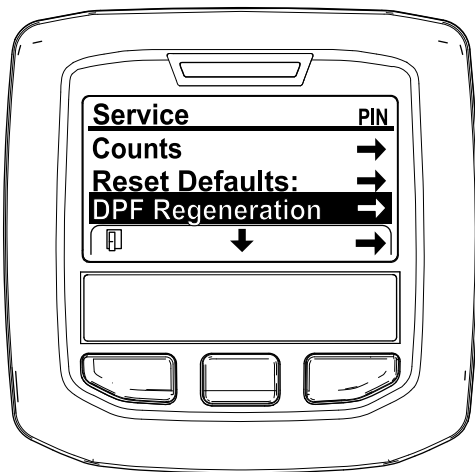

Figura 38
3. En el menú SERVICE (Servicio), pulse el botón del medio hasta que aparezcan las opciones de DPF REGENERATION (Regeneración de DPF) y pulse el botón derecho para seleccionar la opción DPF REGENERATION (Regeneración de DPF) (Figura 38).